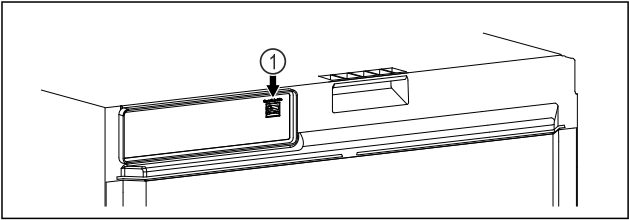

Fig. 108
- ❑ SmartModule Fig. 108 (1) 已使用。